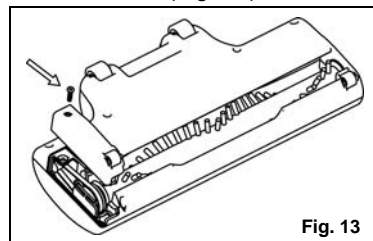

Fig. 13
2. Dé vuelta el cepillo eléctrico y saque el tornillo que está en la parte de atrás de la tapa de acceso con un destornillador. (Fig. 13)
3. Deje el tornillo a un lado y levante la tapa de acceso para sacarla. (Fig. 13)